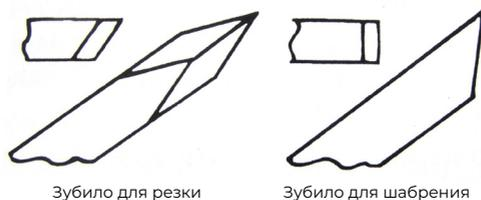

Рис. 7
- Скребковые стамески - это стамеска с плоским носом, круглым носом и копьевидным острием. Они не затачиваются с плоской стороны - проволочные кромки, образующиеся при заточке, оставляют для облегчения процесса шабрения. Смотрите Рисунок 7.